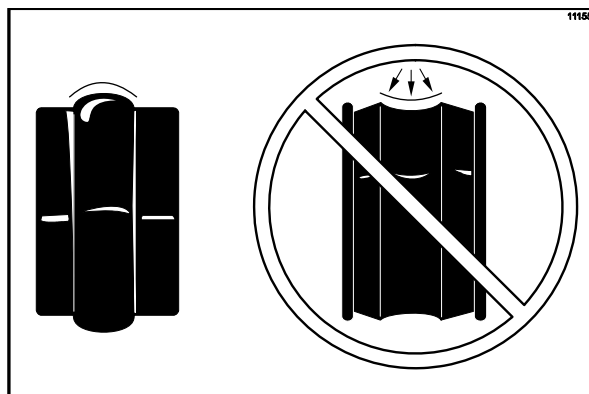

Рисунок 111
**Примечание:** чтобы гарантировать отсутствие утечки смеси через заднюю часть морозильного цилиндра, средняя часть опорного уплотнения должна быть выпуклой, или должна выходить за пределы уплотнения снаружи. Если средняя часть опорного уплотнения имеет вогнутую форму, или выходит за пределы уплотнения - такое уплотнение следует перевернуть. (См. рис. 111)